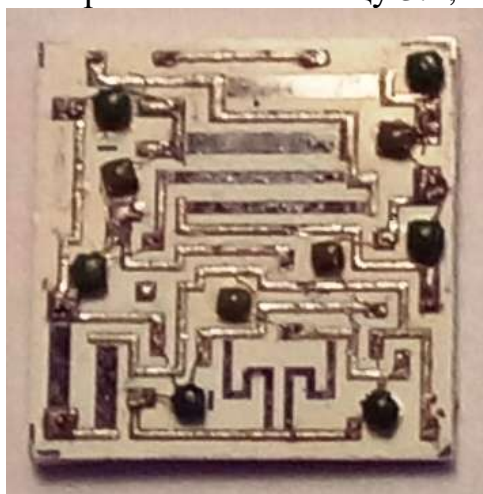

Рисунок 3.2 – Топология интегральной микросхемы К217ТК1Б
- данные о микросхеме К217ТК1Б (рисунок 3.2) возьмите из таблицы 3.1 и перенесите в таблицу 3.2;